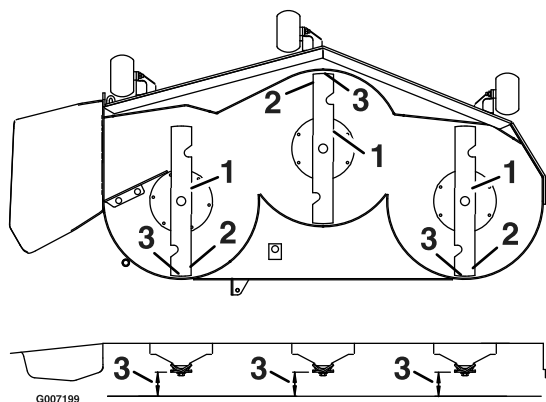

Figura 70
3. Girate con cautela le lame in modo che siano disposte longitudinalmente (Figura 70).
4. Misurate il valore dalla punta della lama anteriore e dalla punta della lama posteriore alla superficie piana (Figura 70). Se la punta anteriore della lama non è più bassa della punta posteriore della lama di 1,6 - 7,9 mm, passate alla procedura Livellamento del piatto di taglio del tosaerba.